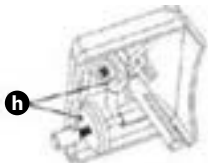

Fig. 10
- Dopo aver compiuto le operazioni di affilatura, strofinare le mole (h) con una spazzola imbevuta di alcool (Fig. 10).